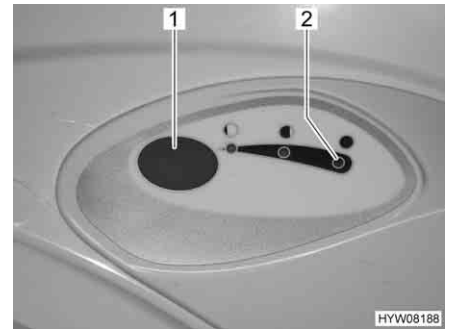

Fig. 248 Botão do autoclismo/luz piloto da sanita Thetford
- Para efetuar a lavagem, prima o botão azul do autoclismo (Fig. 248,1).
A luz piloto (Fig. 248,2) acende-se, quando a cassete tem de ser despejada.